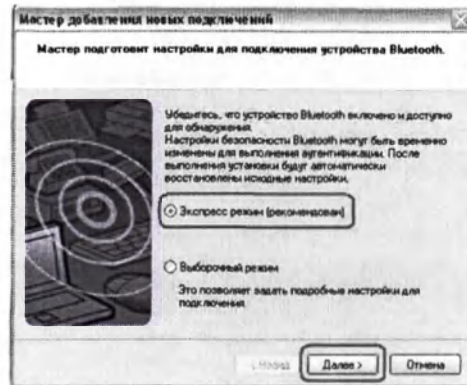

Рис. 11
9. Выберите «Экспресс-режим (рекомендован)» для поиска клавиатуры и нажмите кнопку «Далее» (рис. 11). Подождите несколько секунд, пока будет выполняться поиск.